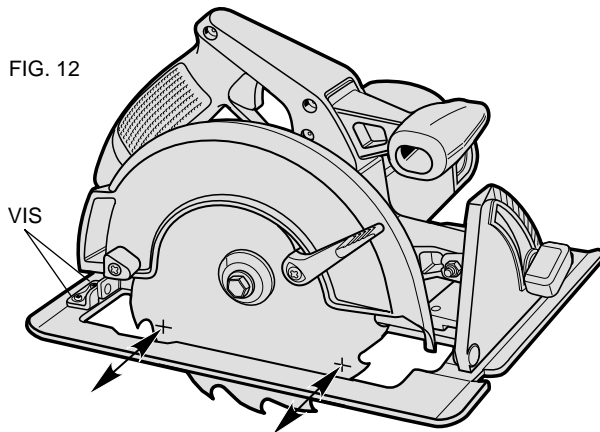

FIG. 12
2. Desserrer les deux vis de la bride de réglage à l'arrière du patin, comme le montre la figure 12.
3. Régler le patin jusqu'à ce qu'il soit parallèle à la lame en mesurant à partir du rebord du patin jusqu'à la lame (à l'avant et à l'arrière). On peut mesurer à partir de la partie extérieure de la lame jusqu'au patin (illustré à la figure 12) ou de la partie intérieure de la lame jusqu'à la partie large du patin. (Ne jamais mesurer à partir du bout d'une dent de la lame.)